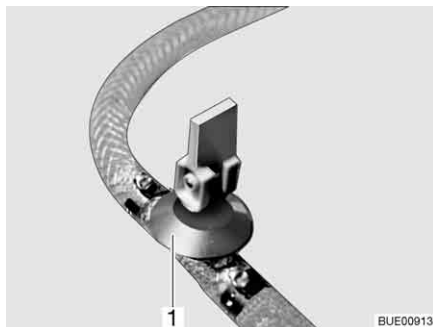
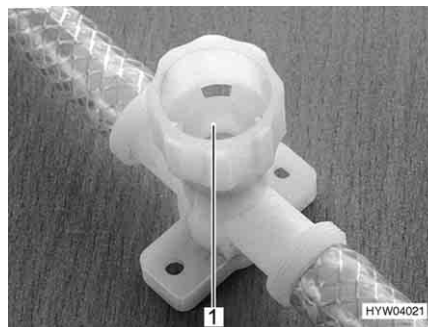

Fig. 238 Robinet de vidange (avec levier à bascule)
Fig. 239 Robinet de vidange (avec capuchon tournant)
- Fermer tous les robinets de vidange. Placer pour ce faire le levier à bascule (Fig. 238, 1) à l'horizontale ou faire tourner le capuchon du robinet de vidange (Fig. 239, 1) dans le sens des aiguilles d'une montre.